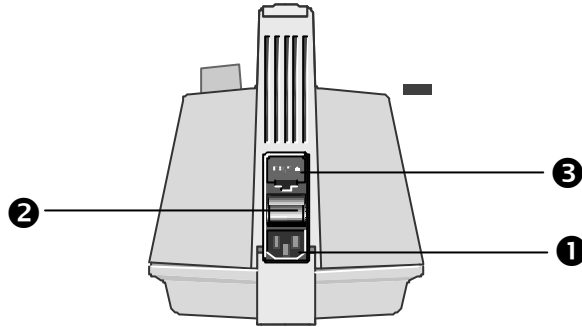

Bild 2. Rückseite **Atmolit 26**
- Stecken Sie das Netzkabel in die Netzanschlussbuchse (①, Bild 2) und verbinden Sie den Netzstecker mit der hauseitigen Netzanschlussdose.
- Mit dem Schalter (②, Bild 2) können Sie das Gerät in Betrieb nehmen.